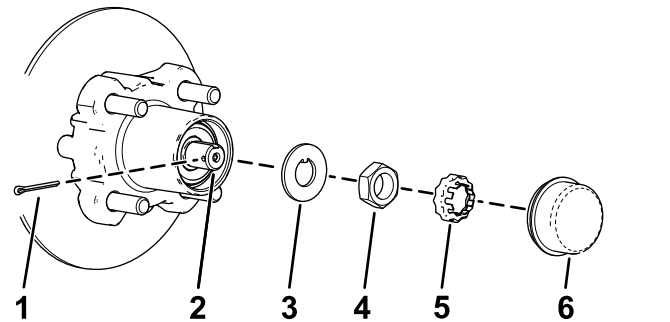
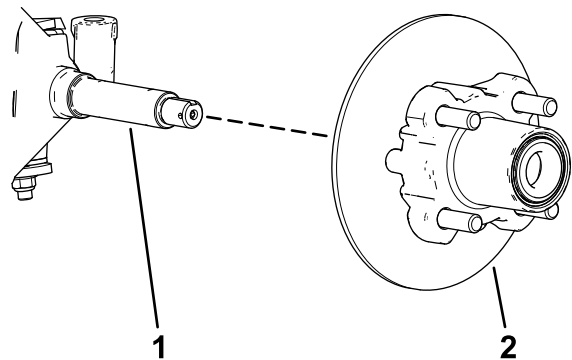

図 32
図 33
4. ハブからダストキャップを取る 図 32。
5. スピンドルとスピンドルナットから、コッターピンとナットリテーナを外す 図 32。
6. スピンドルからスピンドルナットを外し、スピンドルからハブローラアセンブリを取り出す 図 32と 図 33。